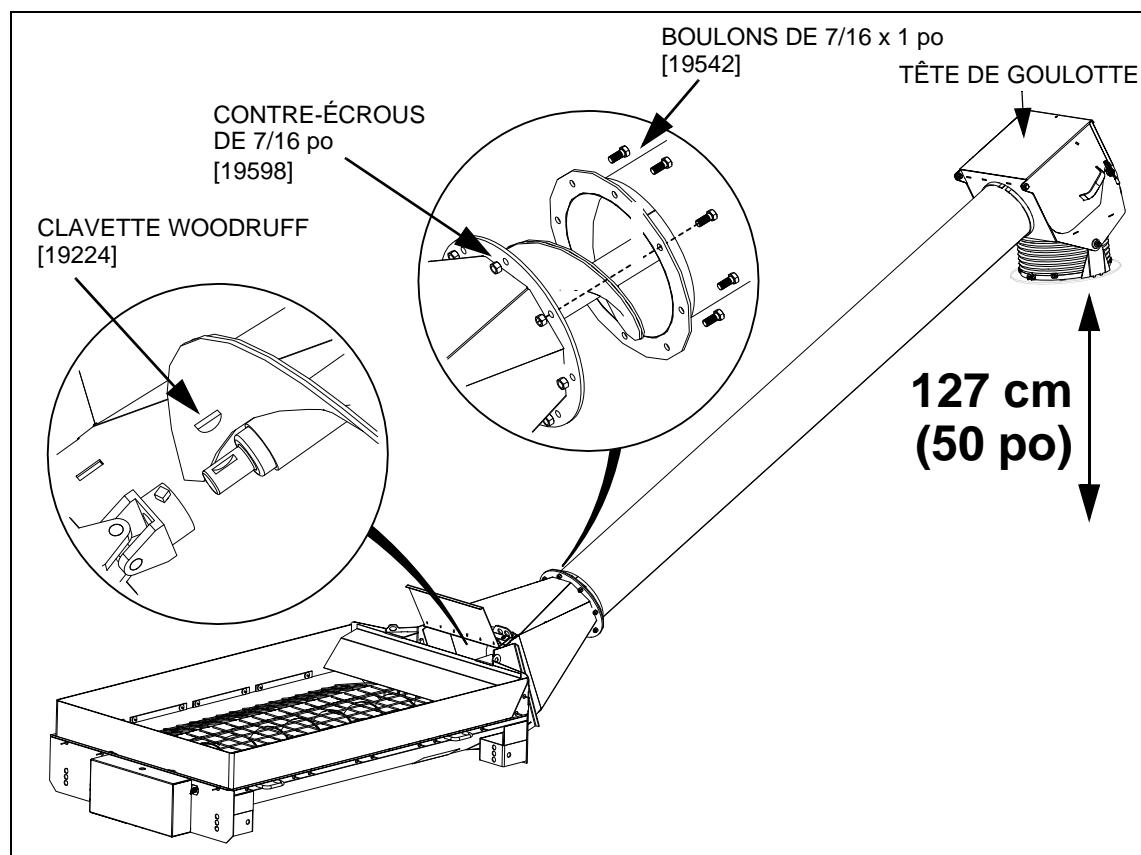

Figure 3.37 Raccordement du tube et de la vis sans fin
- Nettoyer la saleté et la peinture à l'intérieur de l'accouplement universel et de l'extrémité de l'arbre de la vis sans fin, graisser l'extrémité de l'arbre puis insérer la clavette woodruff (Figure 3.37).
- Ouvrir la porte de service sur le transit, rapprocher le tube du transit puis guider l'arbre de déflecteur dans l'accouplement universel (Figure 3.37).